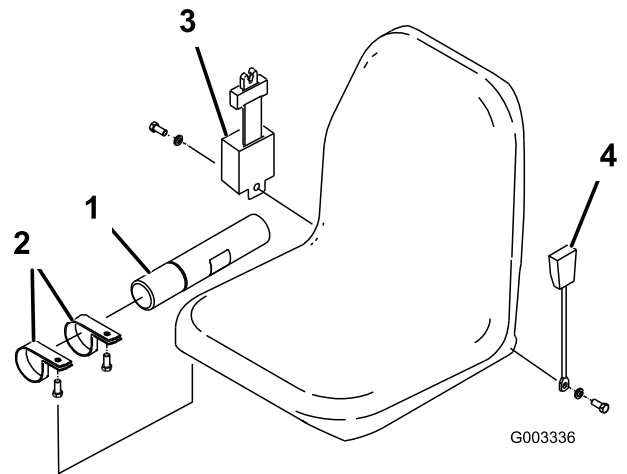

図 3
1. R クランプ (付属部品 ; 2個) を使用して、マニュアル保管チューブをシート・サスペンションに取り付ける (図 3)。
2. ボルトとロック・ワッシャ (付属部品) を使用して、運転席両側にシートベルトを取り付ける (図 3)。シートベルトは、バックル側を座席の左に、巻き上げ部を右に取り付ける。